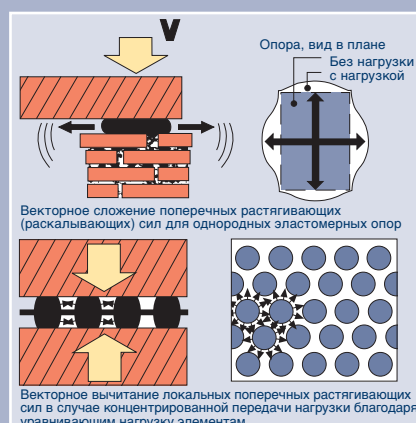

Рис. 2: Эффект поперечных растягивающих сил
- Поперечные растягивающие силы не возникают в смежных структурных элементах, а практически полностью гасят друг друга векторно благодаря индивидуальному действию отдельных элементов (Рис.2).